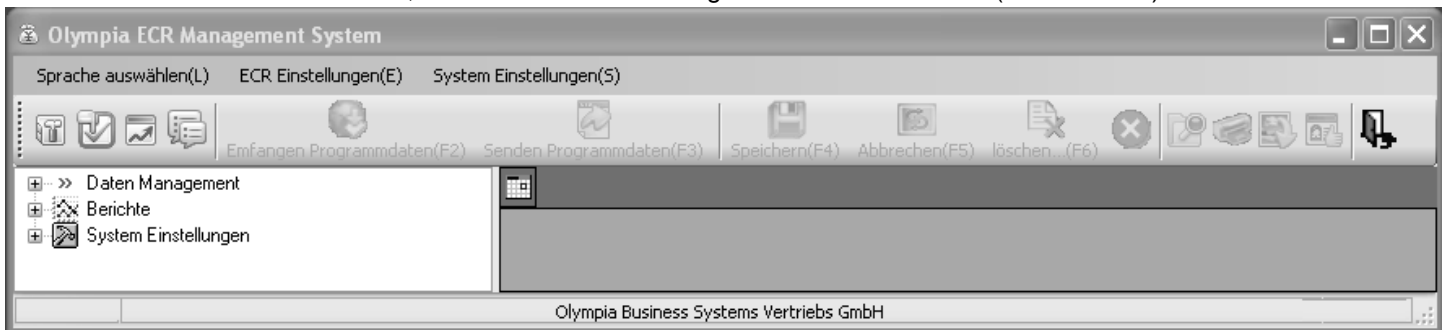

Abb. 4
Es erscheint die Übersichtsmaske, in der Sie alle Einstellungen vornehmen können (siehe Abb. 4):
- Klicken Sie auf die Plus-Zeichen, um sich die Inhalte anzeigen zu lassen, die sich hinter den Oberbegriffen verbergen (siehe Abb. 4).